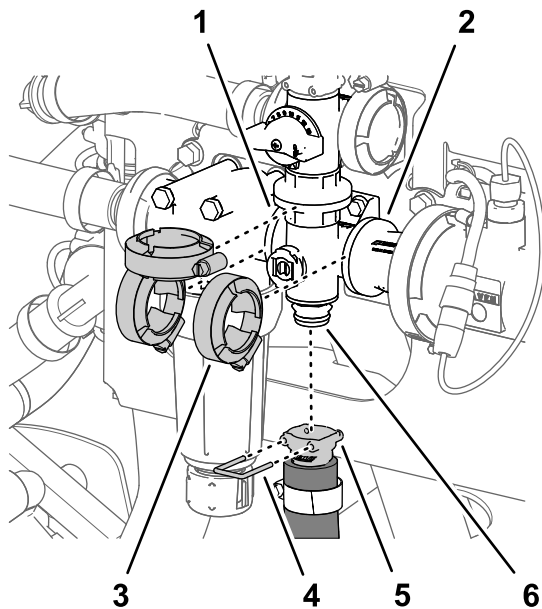

Figure 108
1. Retirez l'étrier qui fixe le raccord rapide du flexible d'agitation au collecteur de la vanne d'agitation (Figure 108).
- Retirez les 3 colliers bride qui fixent le collecteur de vanne d'agitation aux brides de la tête du filtre sous pression et à l'adaptateur d'accouplement (Figure 108).